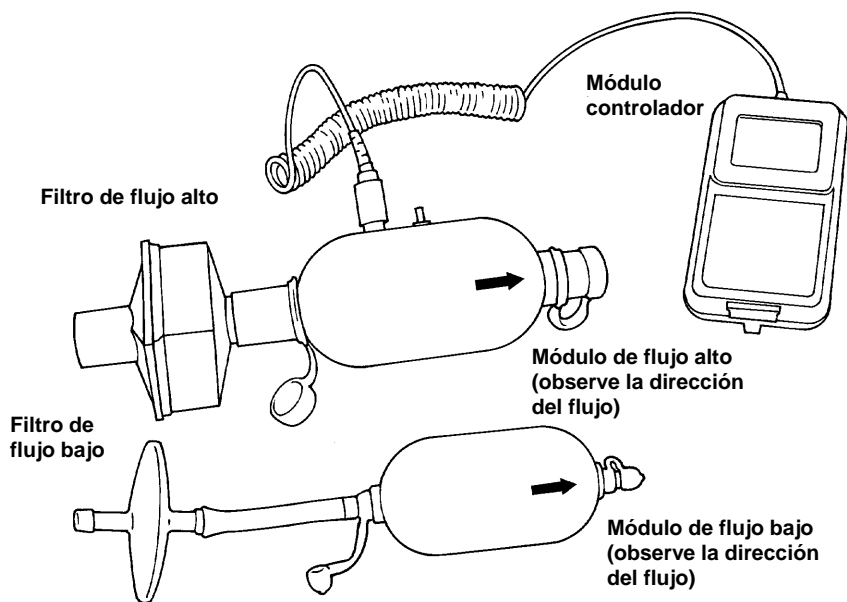

Figura 4. Conexión de los filtros de bacteria a los módulos de flujo
2. Conecte el filtro de bacteria al módulo de flujo (**Figura 4**).